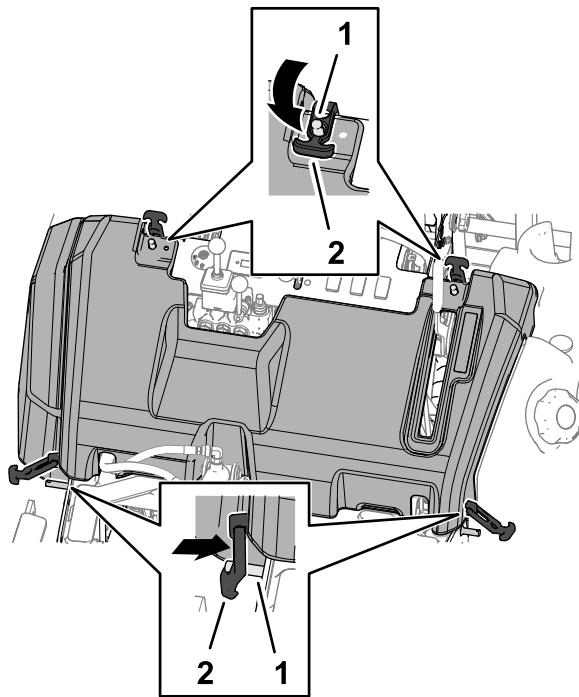

Figura 66
2. Enganche los cierres en las 4 clavijas para sujetar el capó (Figura 66).